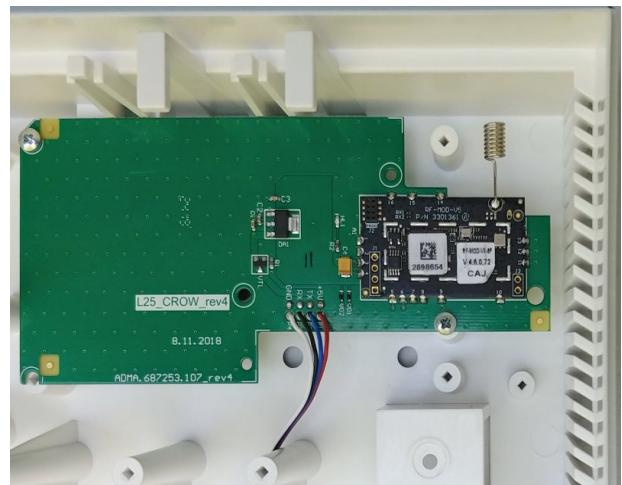

Рисунок 27. Адаптер «L25_CROW_rev4» в корпусе прибора
- «Адаптер L25_CROW_rev4» – установить в корпус прибора – рисунок 27;